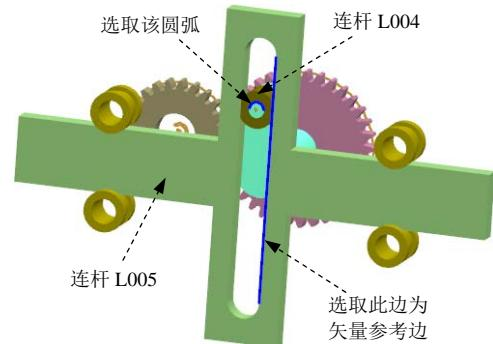

图 10.1.10 定义滑动副（一）
(1) 定义运动副类型。选择下拉菜单 **插入(S)** → **运动副(I)…** 命令，系统弹出“运动副”对话框；在“运动副”对话框 **定义** 选项卡的 **类型** 下拉列表中选择 **滑动副** 选项。
(2) 选择连杆。选取图 10.1.10 所示的连杆 L004。
(3) 定义原点及矢量。在“运动副”对话框的 **指定原点** 下拉列表中选取“圆弧中心” **○** 选项，在模型中选取图 10.1.10 所示的圆弧为定位原点参照；选取图 10.1.10 所示的边作为矢量参考边，方向向下。
(4) 添加啮合连杆。在“运动副”对话框的基本区域中选中 **啮合连杆** 复选框，单击 **选择连杆(O)**，选取图 10.1.10 所示的连杆 L005。
(5) 定义啮合连杆原点及矢量。在“运动副”对话框基本区域的 **指定原点** 下拉列表中选取“圆弧中心” **○** 选项，在模型中选取图 10.1.10 所示的圆弧为定位原点参照；选取图 10.1.10 所示的边作为矢量参考边，方向向下。
(6) 单击 **确定** 按钮，完成第五个运动副的添加。